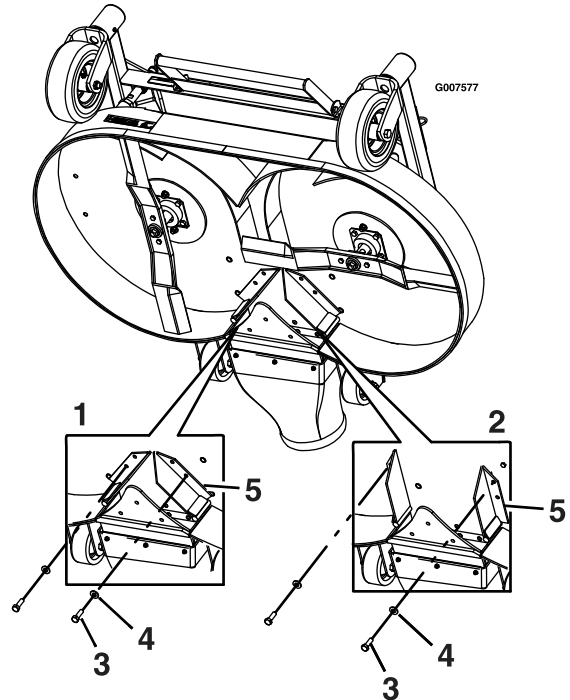

Figura 23
6. Retire el perno y la arandela de la parte delantera de cada deflector del sistema de reducción de llenado (Figura 23).